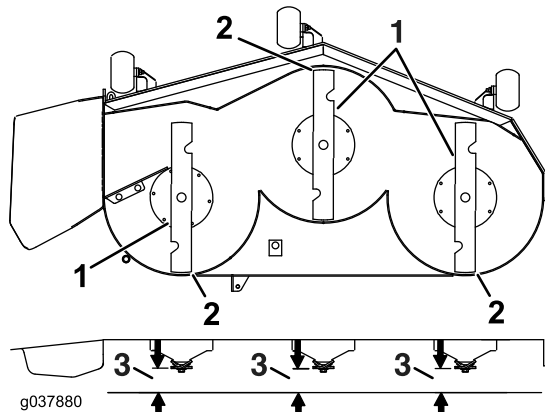

Figure 99
7. Vérifiez l'inclinaison avant/arrière des lames (Figure 99). Vérifiez que la pointe avant de la lame est plus basse que la pointe arrière, comme montré dans le tableau de hauteur de cales et d'inclinaison. Si un réglage est nécessaire, poursuivez cette procédure.